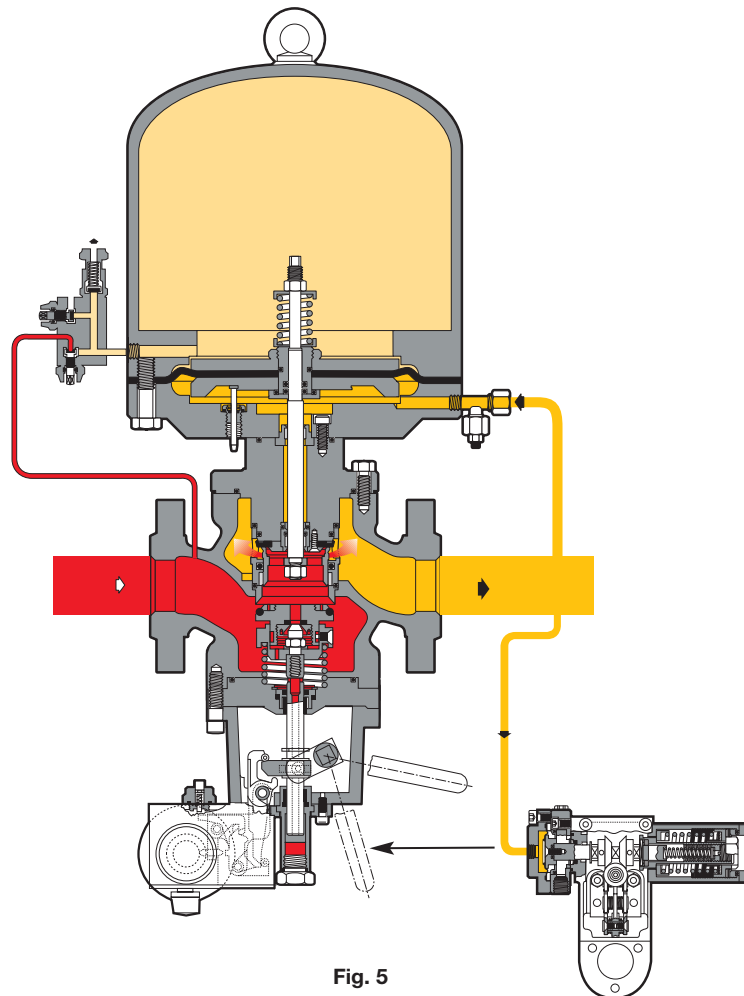

Fig. 5
Per il regolatore di pressione Staflux 185 esiste la possibilità di avere la valvola SB/82 (vedi Fig. 5) incorporata sia sul regolatore di servizio come pure su quello con funzione di monitor in linea. Il regolatore con la valvola di blocco incorporata ha coefficiente Cg e Kg pari mediamente a circa il 95% di quelli dei regolatore base.
*SB/82 (see Fig. 5) slam shut can be incorporated on the monitor or on the main Staflux 185 regulator.*
- Accuracy: (AG)  $\pm 1\%$  on the value of the pressure setting for pressure increasing and  $\pm 5\%$  for pressure decreasing.